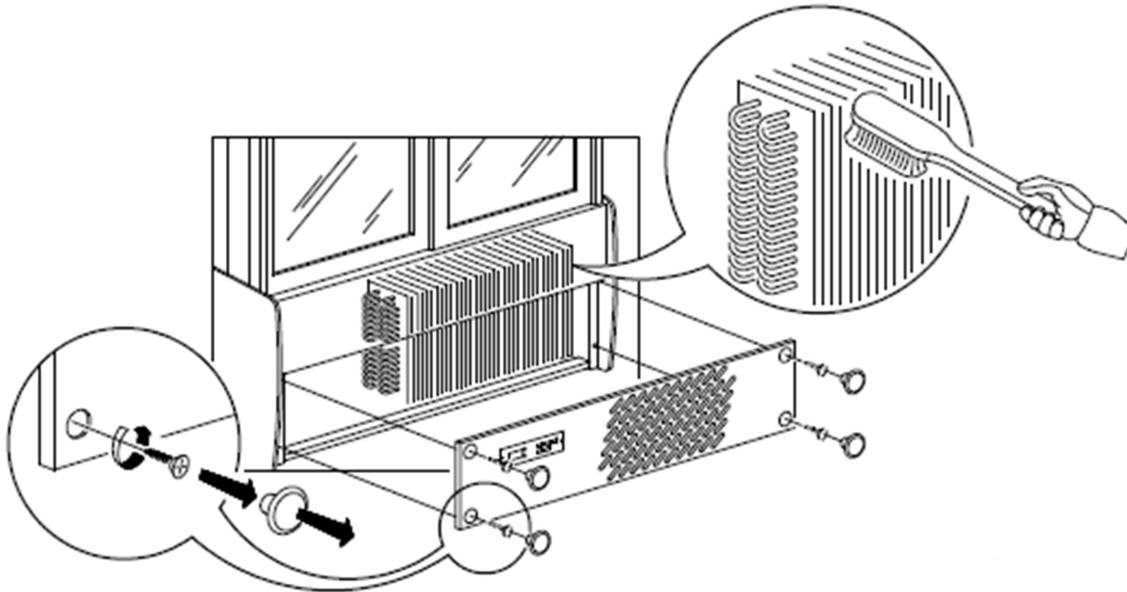

Рис.20
- Снимите заднюю предохранительную решетку (Рис.20)